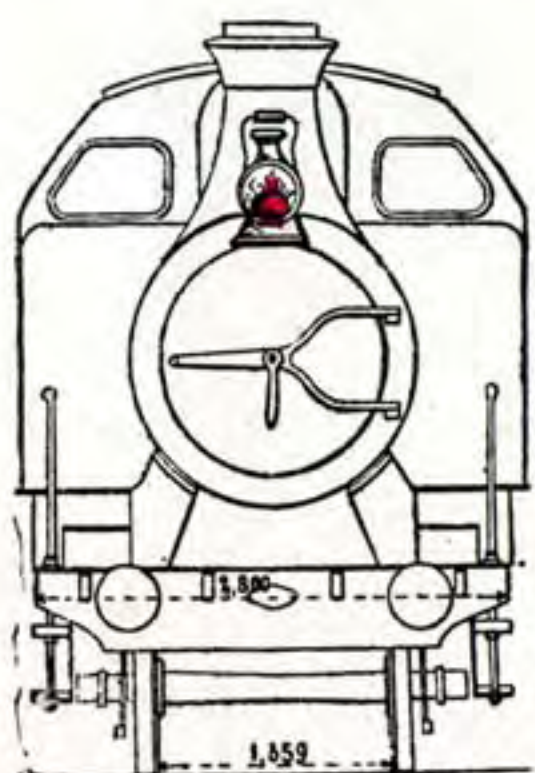

Fig. 29
une lanterne avec le feu rouge en avant et le feu vert à l'arrière, sur la droite du tender (2), lorsque dans le sens de sa marche, la locomotive termine le service sur une section ou le service de nuit n'est pas complet (fig. 29 et 30) ;